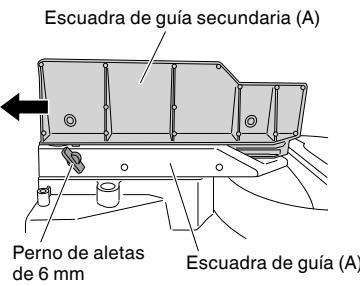

Fig. 12
Cuando corte en ángulo hacia la derecha, afloje el perno de aletas de 6 mm, luego deslice la guía auxiliar (A) hacia afuera y quitela, como se indica en la Fig. 12.